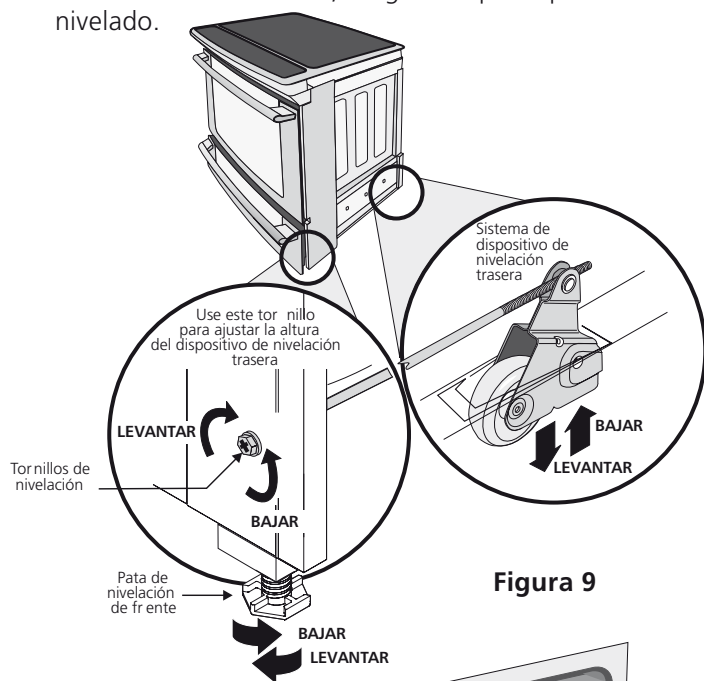

Figura 9
2. Ajuste las patas del electrodoméstico y las ruedas como se muestra a seguir hasta que la parte de abajo de la cubierta superior este a nivel de la superficie del mostrador (Figura 9).